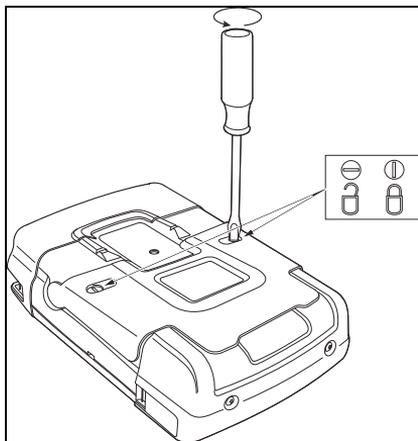

Figura 47. Sblocco del coperchio della batteria
3. Sbloccare il coperchio della batteria (Figura 47)